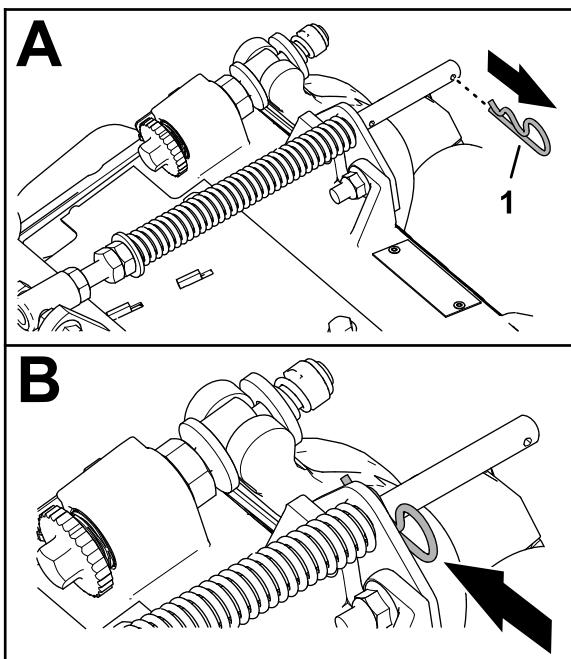

图 13
1. 如果发卡销安装在补偿弹簧杆的后孔中——拆下发卡销并将其插到支架旁边的孔中 图 13。